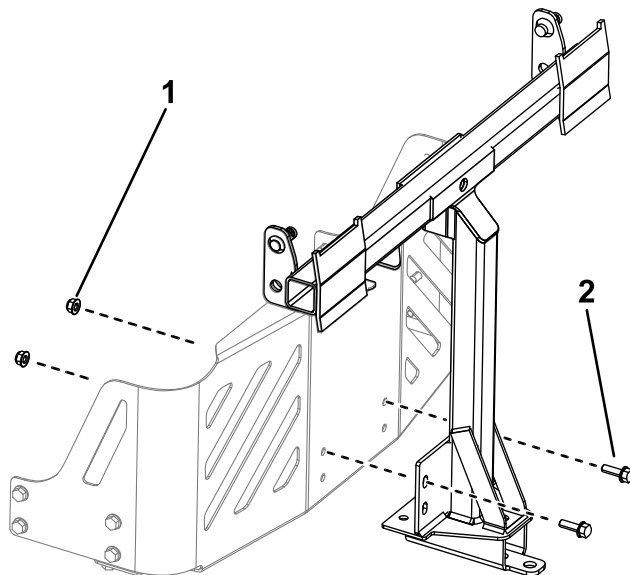

Figure 11
2. Montez le cadre pivotant sur le cadre de la machine comme montré à la Figure 11. Fixez le cadre pivotant à la machine au moyen de 2 boulons (5/16" x 1") et 2 contre-écrous (5/16").